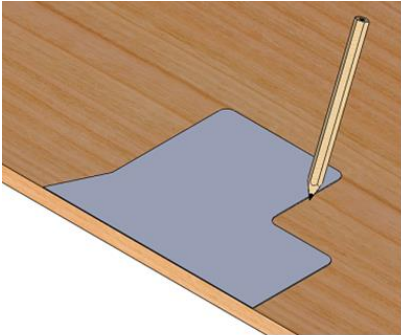

Fig 9
- Ponga la plantilla **opcional** sobre una placa de trabajo con como mín. 20 mm de grosor (fig9).